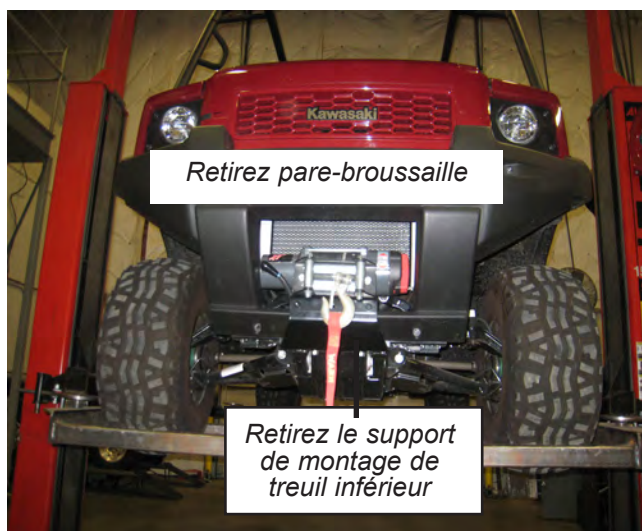

Figure 1
1. Le véhicule doit être préparé avant d'installer le kit de montage de lame. Retirez du pare-broussaille avant la grille de protection en plastique ou tout pare-chocs de rechange que vous auriez installé. Ils risquent de gêner le fonctionnement de la lame. Si le véhicule est équipé d'une plaque de montage Warn, il faudra retirer la moitié inférieure de la plaque de montage avant de pouvoir enlever la grille de protection en plastique. Voir figure 1.